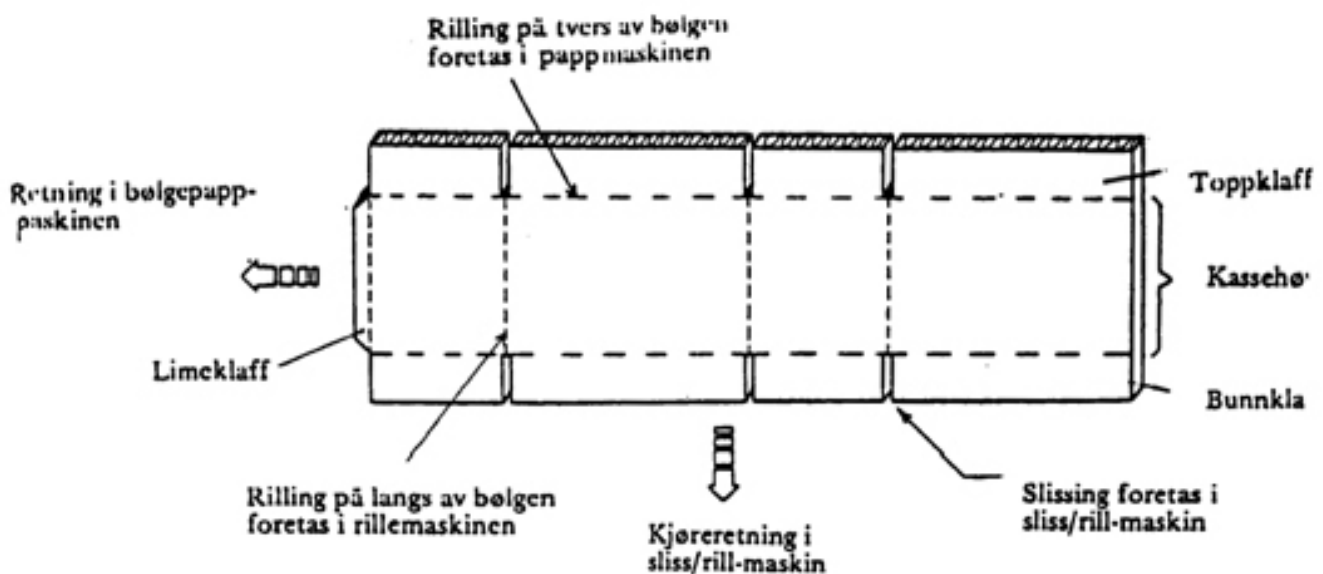

Fig. 518 Slitshjul markerer flikarna på en papplåda
- Slissehjul (4 stk.) for slisser som markerer klaffene på en pappkasse. (Fig. 518).